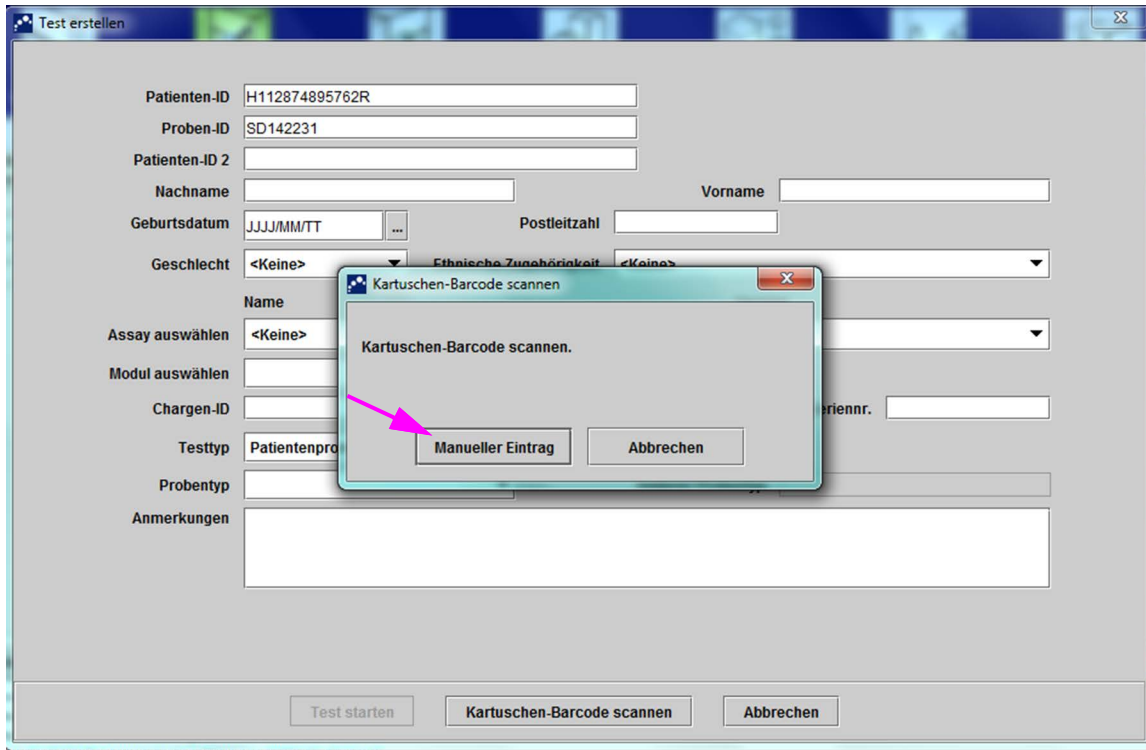

Abbildung 5-21. Dialogfeld „Kartuschen-Barcode scannen“
3. Scannen Sie den Proben-ID-Barcode mit dem im Lieferumfang enthaltenen Barcodescanner ein. Siehe Abschnitt 5.5. Das Dialogfenster „Kartuschen-Barcode scannen“ erscheint. Siehe Abbildung 5-21.